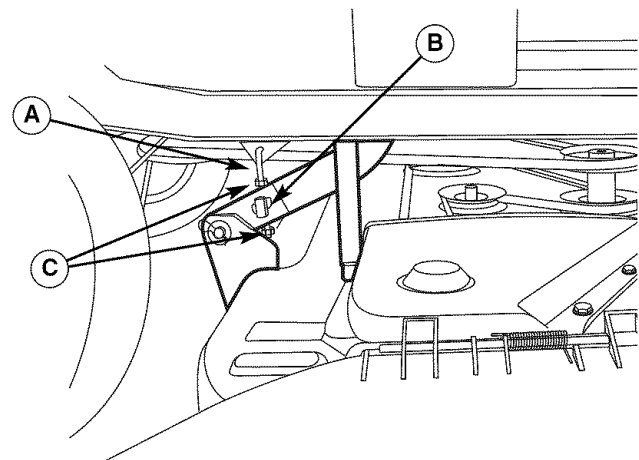

Figura 37. Ajuste de un Lado a Otro
6. Vea la Figura 37. El nivelado de un lado a otro se logra usando las varillas roscadas (A) y el muñón (B) en la parte posterior derecha e izquierda de la cubierta de la sesgadora. Afloje las contratuercas (C) y ajústelas hacia arriba o hacia abajo para ajustar el nivel de la sesgadora. Cuando termine, apriete las contratuercas unas con otras para sujetar el ajuste en su lugar.